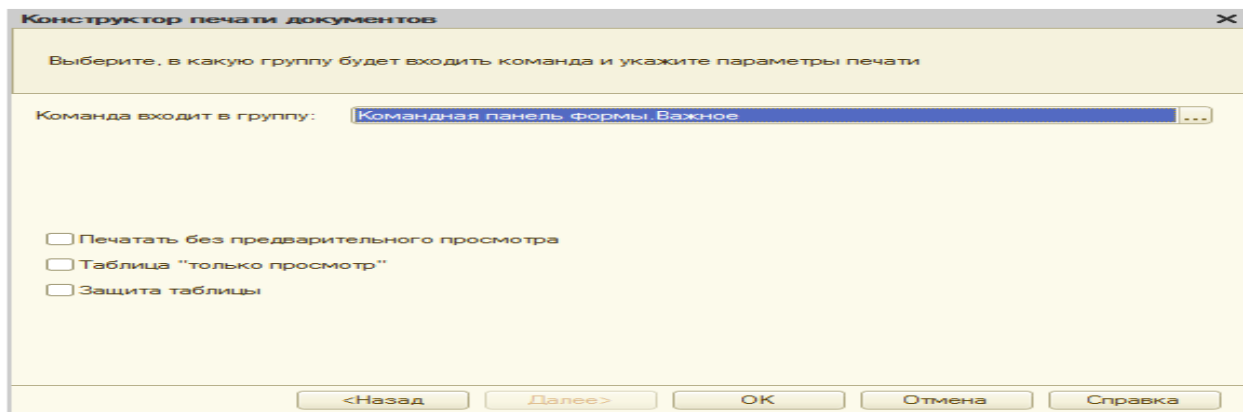

Рис. 67
- на пятом шаге укажите, что конструктор должен вставить команду в группу в форме документа (рис. 67). Нажмите ОК.